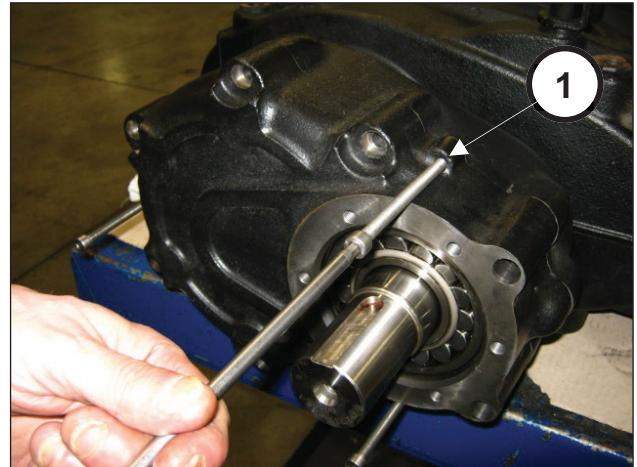
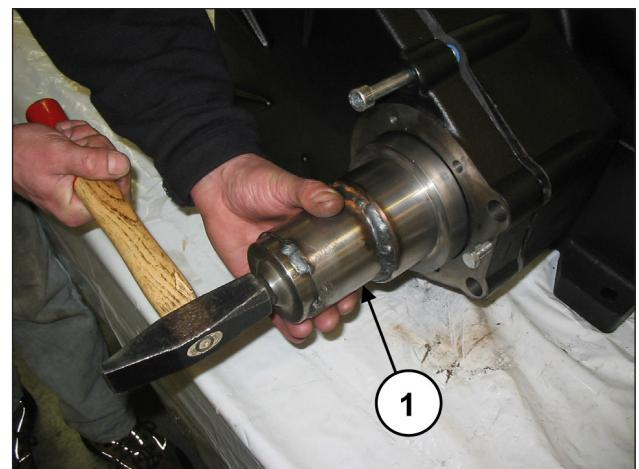

Fig. 8
Fig. 9
Apretar los 3 tornillos prisioneros roscados (pos. ①, Fig. 8) que se están utilizando como extractores y, al mismo tiempo, golpear la herramienta (cód. 27887000) para que el cojinete no se salga del piñón al extraer la tapa (pos. ①, Fig. 9).